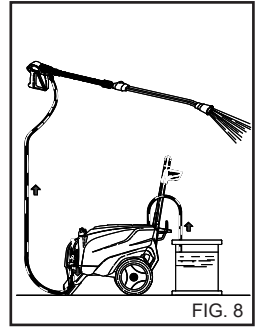

FIG. 8
Dopo l'uso di un detergente il circuito di aspirazione deve essere risciacquato con acqua pulita, (fig. 8).
- 1) Dopo l'uso con detergente, risciacquare il circuito di aspirazione; infilare il tubo di aspirazione (fig. 8) detergente in una tanica di acqua pulita e far funzionare la pompa per 1 minuto a rubinetto dosaggio completamente aperto e lancia in fase erogazione detergente.
4) Dopo l'uso con detergente, risciacquare il circuito di aspirazione; infilare il tubo di aspirazione (fig. 8) detergente in una tanica di acqua pulita e far funzionare la pompa per 1 minuto, e lancia in fase erogazione detergente.